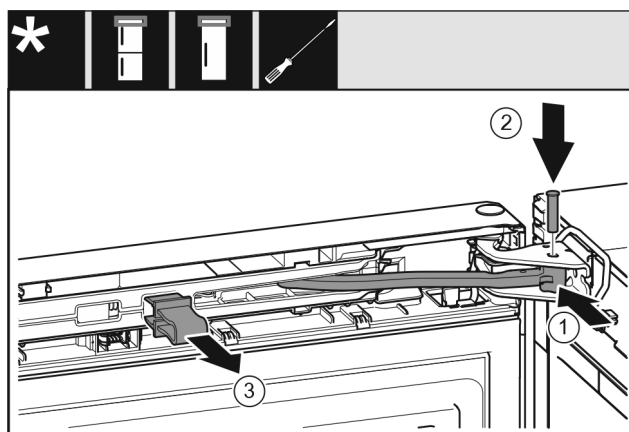

Fig. 25
- ▶ 将铰链 Fig. 25 (1) 转入托架。
- ▶ 将螺栓 Fig. 25 (2) 插入托架和铰链。同时注意止动凸轮需正确地位于凹槽中。
► 取下保险装置 Fig. 25 (3)。